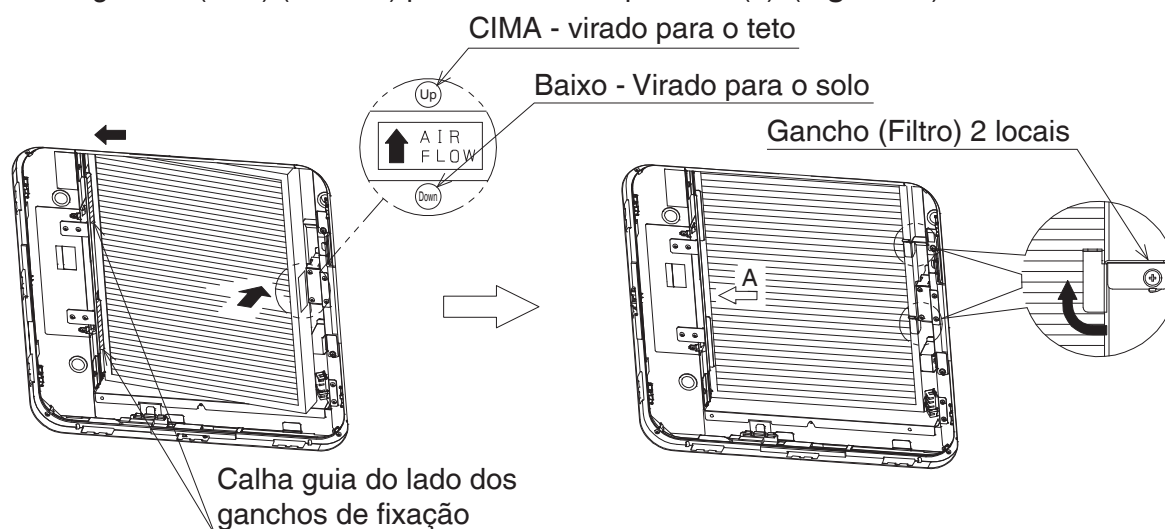

Figura 24
- (1) Retire o filtro plissado (1) da embalagem.
- (2) Com a seta (FLUXO DE AR) no lado do filtro plissado (1) virada para cima, introduza-o na calha guia do lado dos ganchos de fixação e insira-o até ao fim.
- (3) Empurre o filtro plissado para cima (1).
- (4) Rode o gancho (filtro) (2 locais) para fixar o filtro plissado (1). (**Figura 24**)